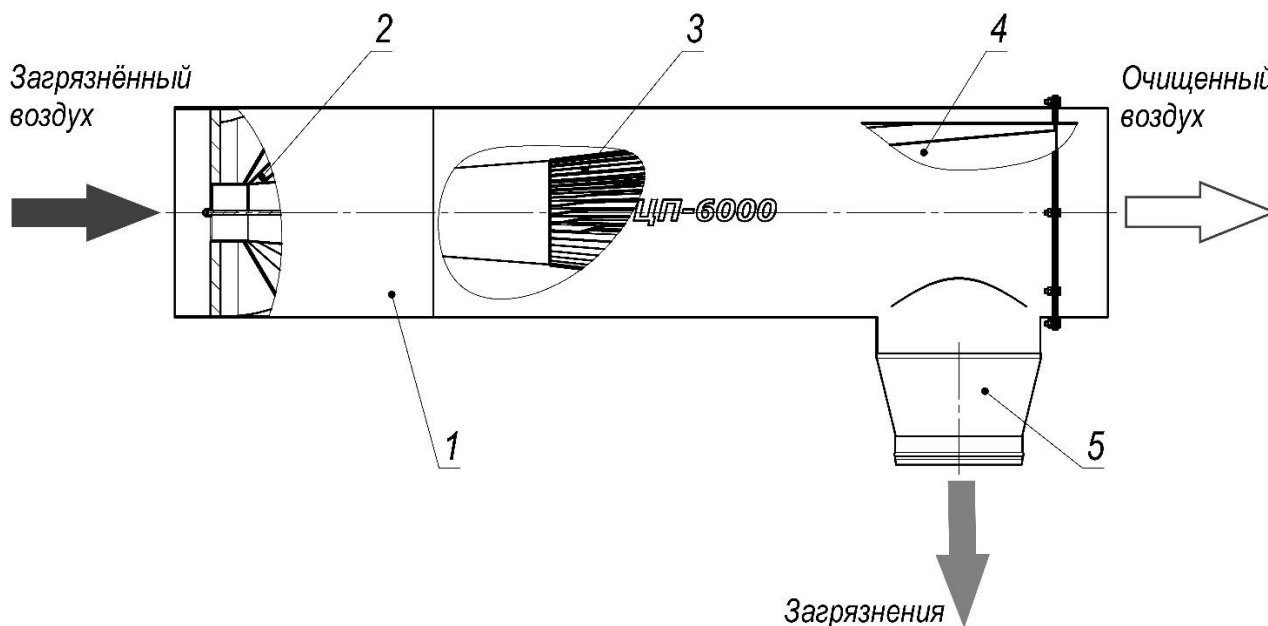

Рисунок 3
3.2.2 Газопылевой поток, движущийся по воздуховоду вентиляционной системы, поступает в циклон. Проходя через розетку (рисунок 3, поз. 2), запылённый воздух закручивается, а находящиеся в нём частицы пыли под действием центробежных сил переносятся к внутренней поверхности корпуса циклона (поз. 1), ударяясь меняют траекторию движения, проносятся вдоль корпуса циклона к выходному отверстию и удаляются через патрубок (поз. 5).